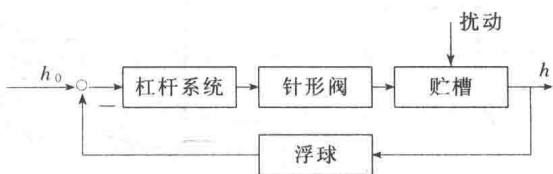

图 1-8 贮槽水位控制系统方块图
(2) 贮槽水位控制系统方块图如图 1-8 所示。
(3) 当贮槽的出水量突然增大,出水量大于入水量,使水位下降,浮球随之下移,通过杠杆装置带动针形阀下移,增大了进水量,使出水量与入水量之差随之减小水位下降变缓,直至进水量与出水量又相等,水位停止下降,重新稳定,实现了水位控制。